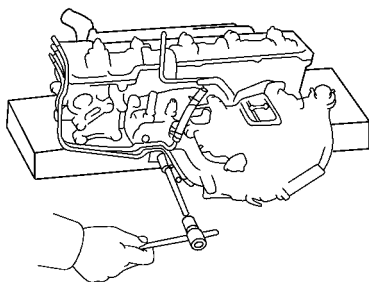

图 1-18 拆下输油管和 PCV 管
2) 旋下两个螺栓，如图 1-18 所示，拆下输油管和 PCV 软管。